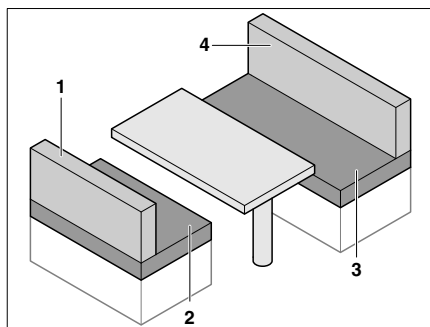

Bild 74 Vor dem Umbau
- Die Rückenpolster (Bild 74,1 und 4) abnehmen.